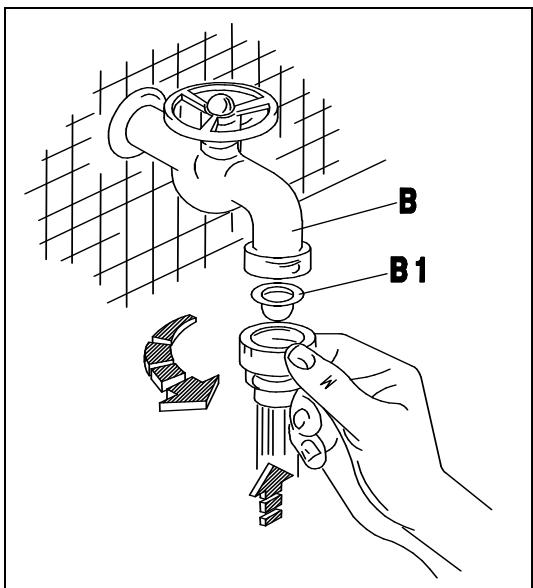
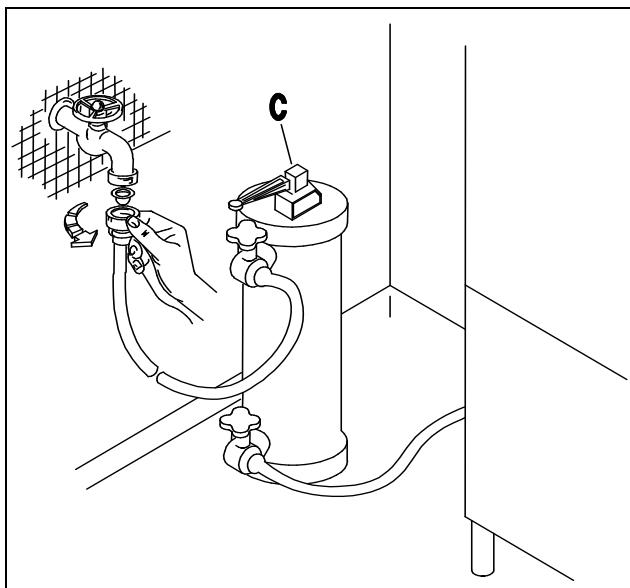
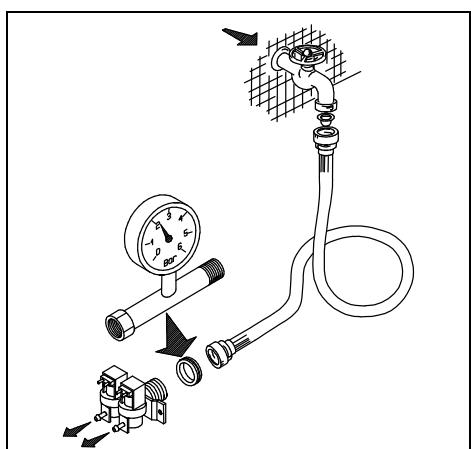
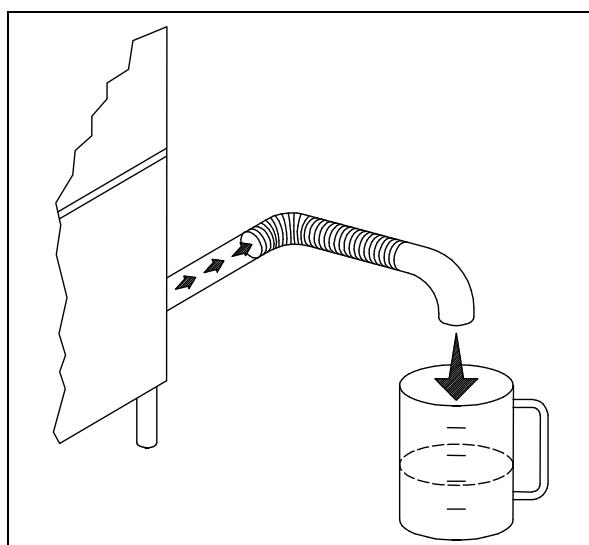

Fig. 2-2
Fig. 2-3
Fig. 2-4
Fig. 2-5
- L'apparecchio è previsto per l'allacciamento all'acqua fredda o calda (max 50 ÷ 55°C), con una pressione a valvola aperta come indicato nella Tab2-1. Il controllo della pressione deve essere effettuato all'ingresso dell'elettrovalvola (ved. fig.2-4). La conduttrice dell'acqua deve avere un diametro interno di almeno 16/18 mm (ved.fig.2-5). Collegare il tubo di carico acqua dell'apparecchio ad un rubinetto d'intercettazione (B), posto preferibilmente nelle immediate vicinanze dell'apparecchio, interponendo l'apposito filtro in dotazione (B1) (ved. fig.2-2). Si consiglia l'installazione di un decalcificatore (C) (non in dotazione), montato a monte dell'elettrovalvola della macchina (ved.fig.2-3).
- The appliance is designed for connection to the cold or hot water supply (max. 50 55°C) at a mains pressure with the valve open as shown in Table 2-1. Pressure must be measured at the solenoid valve inlet (see fig. 2-4). The water pipes must have an internal diameter of at least 16/18 mm (see fig. 2-5). Connect the appliance water supply pipe to a cut-out tap (B), preferably placed close to the appliance, fitting the special filter provided (B1) (see fig. 2-2). We recommend fitting a water softener (C) (not provided) upstream from the machine solenoid valve (see fig.2-3).
- Das Gerät ist für den Anschluss an Warm-und Kaltwasser (max. 50-55°C) vorgesehen, wobei der Druck bei offenem Ventil dem in Tab2-1. Die Druckkontrolle muss am Eingang des Elektroventils erfolgen (siehe Bild 2-4). Die Wasserleitung muss einen Innendurchmesser von mindestens 16/18 mm aufweisen (siehe Bild 2-5). Den Zulaufschlauch des Gerätes an einen möglichst nahegelegenen Wasserhahn (B) anschliessen und den vorgesehenen Filter (B1) anbringen (siehe Bild 2-2). Der Einbau eines Etkalkers (C) wird empfohlen; dieser gehört nicht zur Ausstattung und muss vor dem Elektroventil der Maschine eingebaut werden. (siehe Bild 2-3).
- L'appareil peut être raccordé à l'eau froide ou chaude (50-55°C max) à une pression, soupape ouverte, comme indiqué dans le tableau 2-1. Le contrôle de la pression sera effectué à l'entrée de l'électrovanne (voir fig. 2-4). Les conduites d'eau auront un diamètre interne d'eau moins 16/18 mm (voir fig. 2-5). Raccorder la conduite d'arrivée de l'eau de l'appareil à un robinet secondaire (B), installé si possible tout près de l'appareil, après avoir intercalé le filtre spécial fourni (B1) (voir fig. 2-2). Nous conseillons d'installer un adoucisseur (C) (non fourni) qui sera monté en amont de l'électrovanne de la machine (voir fig. 2-3).
- Este aparato se puede alimentar con agua caliente o fría (máx. 50 ÷ 55°C); la presión del agua con válvula abierta está indicada en la tabla 2-1; El control de la presión se debe efectuar en la entrada de la electroválvula (véase fig. 2-4). La tubería del agua debe tener un diámetro interior de 16-18 m. por lo menos (véase fig. 2-5). Conecte el tubo de alimentación del agua del aparato a un grifo de paso (B), que irá montado preferentemente muy cerca del aparato, tras interponer el filtro (B1) del equipamiento base (véase fig. 2-2). Es aconsejable instalar un descalcificador (C) (que no forma parte del equipamiento base). El descalcificador irá montado antes de la electroválvula de la máquina (véase fig. 2-3).
- O aparelho é predisposto para ser alimentado com água fria ou quente (máx 50-55°C), com uma pressão, com a válvula aberta, como indicado na Tab 2-1. O controle da pressão deve ser efetuado na entrada da electroválvula (ver figura 2-4). O tubo de água ou mangueira deve ter um diâmetro interno de pelo menos 16/18 mm (ver fig. 2-5). Conectar o tubo de alimentação de água do aparelho à uma torneira de fechamento manual (B), colocada de preferencia proxima ao aparelho, conectando o filtro em dotação (B1) (ver fig. 2-2). Aconselha-se a instalação de depurador (filtro) de águas duras (calcário) (C), o qual não é previsto no fornecimento da máquina, montado antes da entrada da electroválvula (ver fig. 2-3).